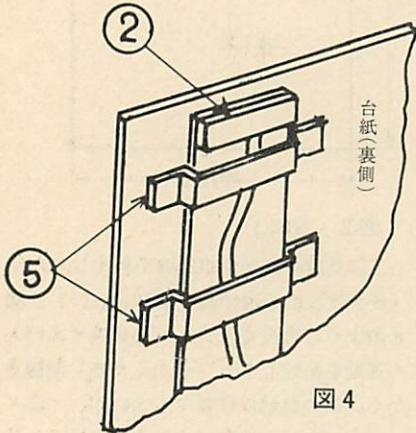

図4
(4)台紙の裏にこのカムみぞ板をおき、窓の上下端に⑤の案内を接着する(図4参照)。
(5)てんびん⑥をつくり(ハトメ穴とハトメ穴の間隔を20mmとし、他の部分の寸法や形は任意とする)、(4)をハトメでとめる。